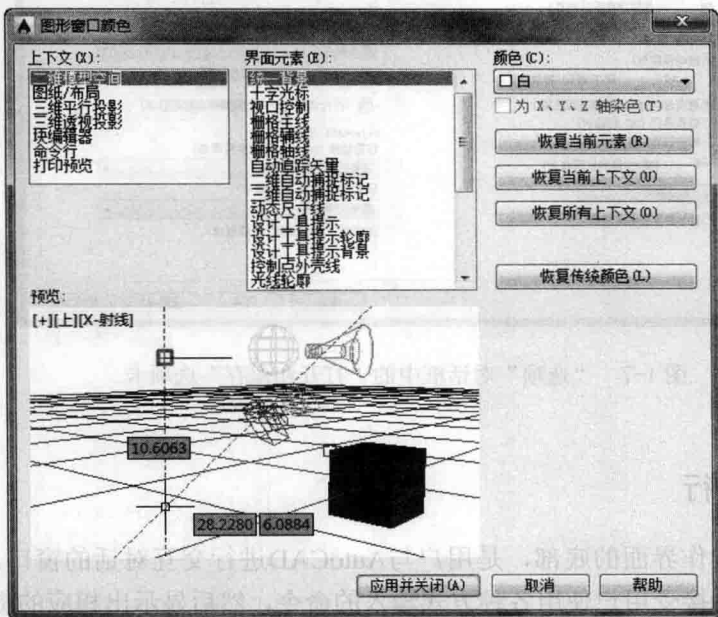

图 1-6 “图形窗口颜色”对话框
- (3) 单击“窗口元素”中的“颜色”按钮 **颜色(C)...**，打开如图1-6所示的“图形窗口颜色”对话框。
- (4) 从“颜色”下拉列表框中选择某种颜色，例如白色，单击“应用并关闭”按钮 **应用并关闭(A)**，即可将绘图窗口改为白色。
在图1-6所示的“显示”选项卡中拖动“十字光标大小”区的滑块，或在文本框中直接输入数值，即可对十字光标的大小进行调整。